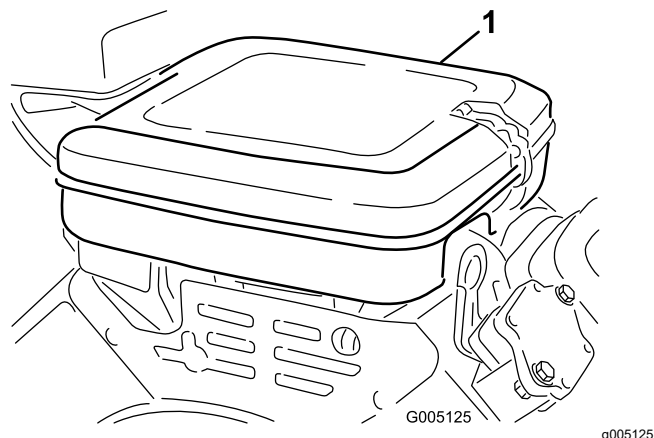

Figura 27
1. Limpe a tampa do filtro de ar (Figura 27).